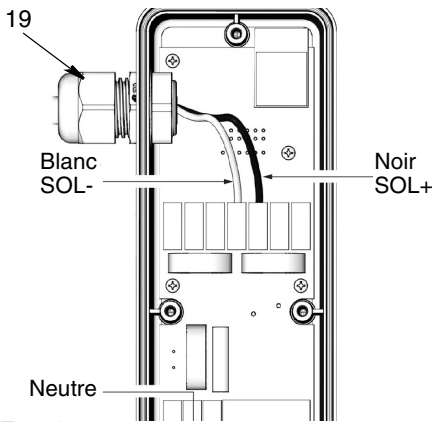

FIG. 8
11. À l'intérieur du boîtier de la PAC (2), connecter le fil neutre (blanc) au SOL - (blanc) et le fil ligne (noir) au SOL + (noir) dans le bloc de bornes (FIG. 8).